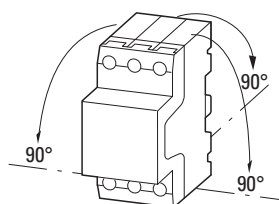

Abbildung 7: Zugelassene Einbaulagen für Motorschutzschalter
- ▶ Montieren Sie den Motorschutzschalter nur wie in → Abbildung 7 dargestellt.